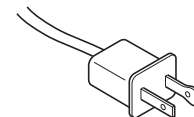

Figura 1
**INSTRUCCIONES PARA EL ENCHUFE POLARIZADO** - Para reducir el riesgo de electrocución, este dispositivo tiene un enchufe polarizado (una pata es más ancha que la otra) como el enchufe ilustrado en la Figura 1. Este enchufe entrará en un tomacorriente polarizado de una sola forma. Si el enchufe no encaja completamente en el tomacorriente, invierta el enchufe. Si aún así no encaja, póngase en contacto con un electricista calificado para que instale un tomacorriente adecuado. No cambie el enchufe de ninguna manera. Este producto debe ser usado en un circuito nominal de 120 V.